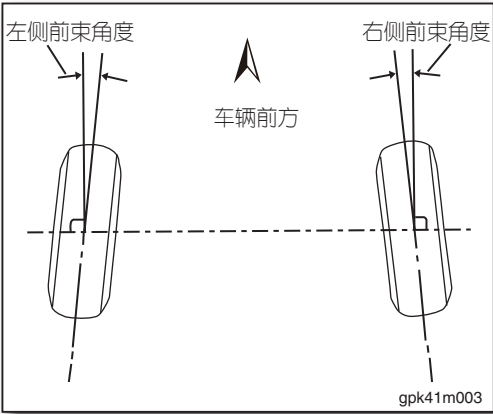

图6
1. 检查后轮前束角度，如果前束不在规范值内，视情况修理或更换所有损坏或磨损的后悬架零件(如图6)。